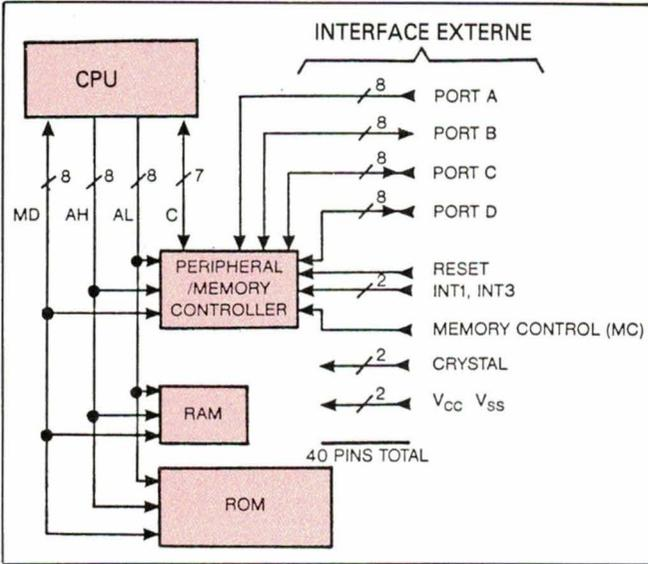

Fig. 3 (ci-dessus). – Architecture du processeur.
Les éléments de base du processeur central sont les blocs fonctionnels CPU, RAM, ROM et PMC (peripheral/memory controller) (fig. 3). La communication entre l'unité centrale (CPU) et les entrées/sorties et vers les mémoires internes de programme et de données s'effectue au moyen d'un système multibus interne, constitué d'un bus de données mémoire (MD), d'un bus adresse haute (AH), d'un bus adresse basse (AL) et d'un bus de contrôle (C). Le PMC sert de lien entre l'unité centrale et la périphérie (ports entrées/sorties, horloges, entrées Interrupt et mémoires externes). L'unité centrale contient tous les éléments nécessaires à l'exécution des instructions, à savoir l'ALU, les registres, les bus et la mémoire de contrôle CROM. Les données provenant de cette CROM sont véhiculées au moyen des bus internes de l'unité